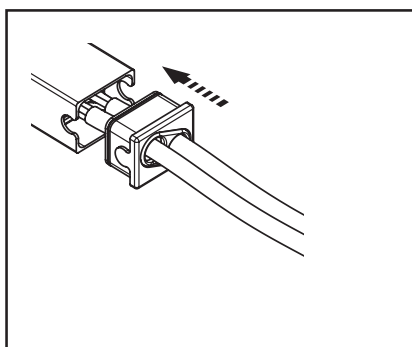

fig.7 Inserimento della scheda nel contenitore
8. Far scorrere il tappo di chiusura fino alla completa chiusura del contenitore (fig. 7).